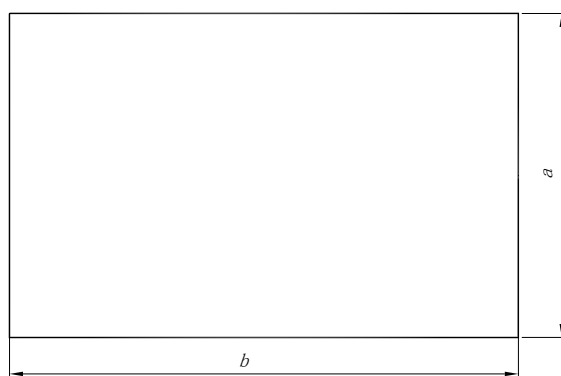

图9 方向、文字辅助标志和图形标志组成的长方形标志的基本型式
5.1.1 方向辅助标志、文字辅助标志与图形标志组成的长方形标志, 其基本型式见图 9。图 9 中, 短边长度  $a$  的取值见表 8, 长边长度  $b=1.60a$ 。